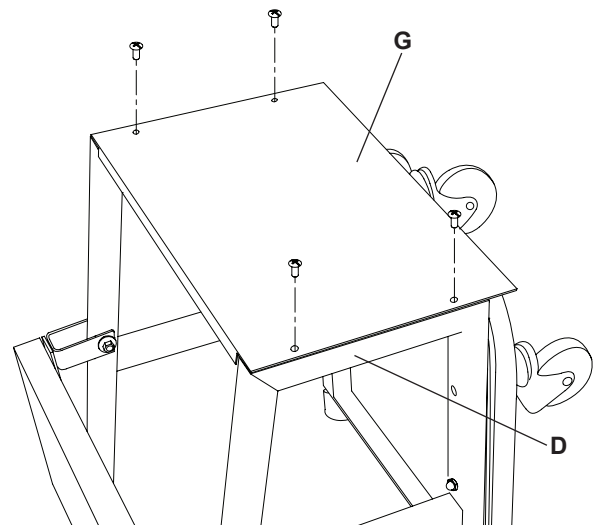

Figura 4: Fijación del taburete a los marcos laterales
4. Ajuste el taburete de plataforma rodante (G) a los marcos laterales (D) con cuatro tornillos Phillips M6 x 16 (N). Asegúrese de que el plataforma rodante (G) se sientan bien entre los marcos laterales (D) (Figura 4).